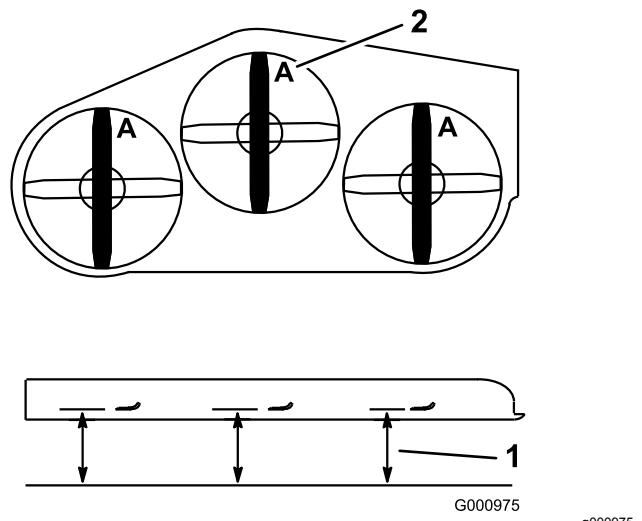

Figura 89
4. Mida en la posición A y desde una superficie nivelada hasta el filo de corte de los extremos de la cuchilla (Figura 89).